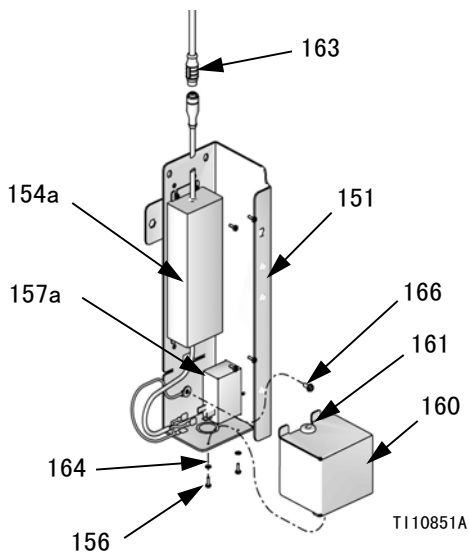

图 39
2. 将电源输入组件 (157a) 和 100-240 伏交流供电电源 (154a) 装在安装支架 (151) 上。
3. 将供电电源输出电缆安装到 CAN 电缆 (509) 上。参见图 39。
- b. 褐色电线连接至线路 (L)。
- c. 蓝色导线连接至中线 (N)。
5. 通过供电电源接地 (绿色) 线头的小孔端子安装接地螺丝 (166) 并固定在供电电源罩 (151) 上。
6. 安装盖板 (160)、螺丝 (156) 和垫圈 (164)。